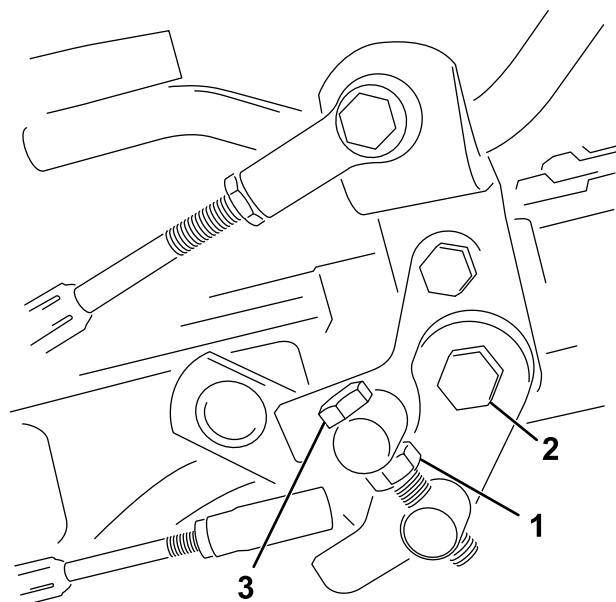

Рисунок 53
1. Ослабьте контргайку на болте муфты (Рисунок 53).
4. Чтобы зафиксировать регулировку, затяните контргайку на болте цапфы и гайку на шарнире педали (Рисунок 53). Проверьте регулировку и при необходимости повторите ее.